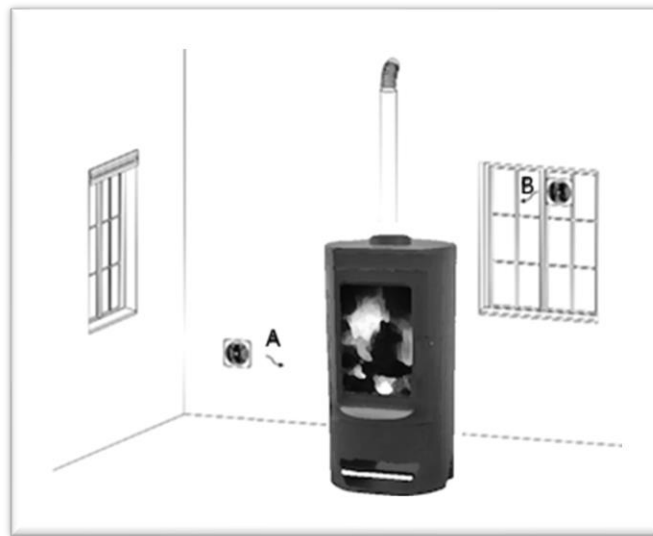

Figure 1
1. La pièce où est installé le poêle doit être suffisamment ventilée, car le poêle aspirera l'air nécessaire à la combustion et au chauffage. En l'absence de fenêtres, si les fenêtres et les portes sont hermétiquement fermées, ou encore en présence d'appareils tels qu'une hotte aspirante, l'air doit provenir de l'extérieur. Des grilles telles que celles illustrées à la figure 1 (A et B) peuvent être utilisées.